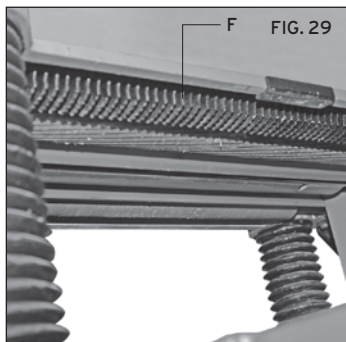

FIG. 29
Las uñas anti contragolpe (F) Fig. 29 se incluyen en su cepillo para evitar contragolpes. Estas uñas funcionan por gravedad y es necesario inspeccionarlas ocasionalmente para asegurar que no tengan resinas o gomas, de manera que se puedan mover independientemente y para que operen correctamente.